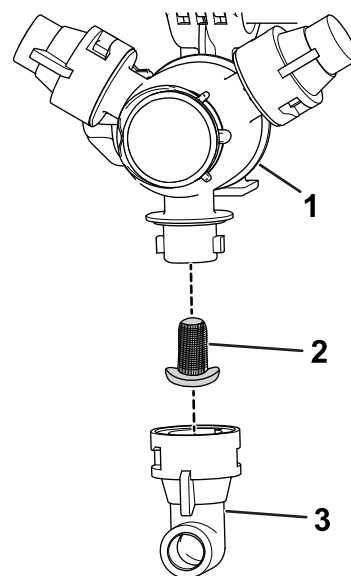

Figura 80
2. Rimuovete l'ugello dalla torretta di irrorazione (Figura 80).
3. Rimuovete il filtro dell'ugello (Figura 80).
5. Montate il filtro dell'ugello (Figura 80).
6. Montate l'ugello sulla torretta di irrorazione (Figura 80).